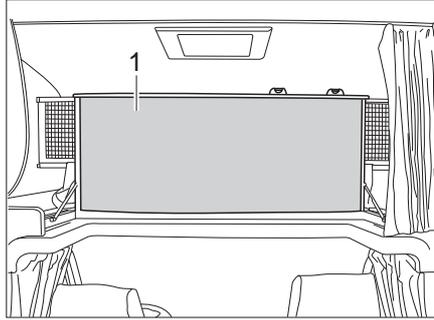

Bild 124 Alkovenbett, nach oben geklappt
- Alkovenbett (Bild 124,1) vorn nach oben klappen. Das Alkovenbett wird von Gasdruck-Federn in der oberen Stellung gehalten.